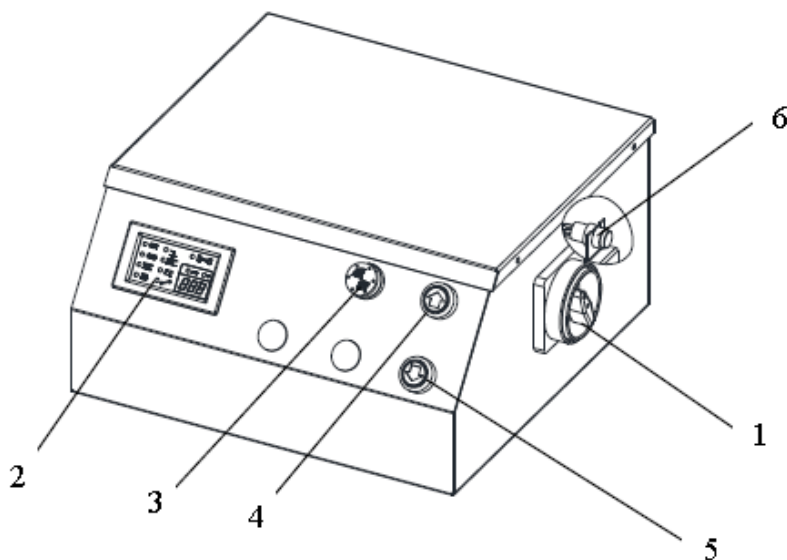

Рисунок 8.1
- На правой боковой стенке панели управления, справа от выключателя питания находится кнопка прокачки (Рисунок 8.1);